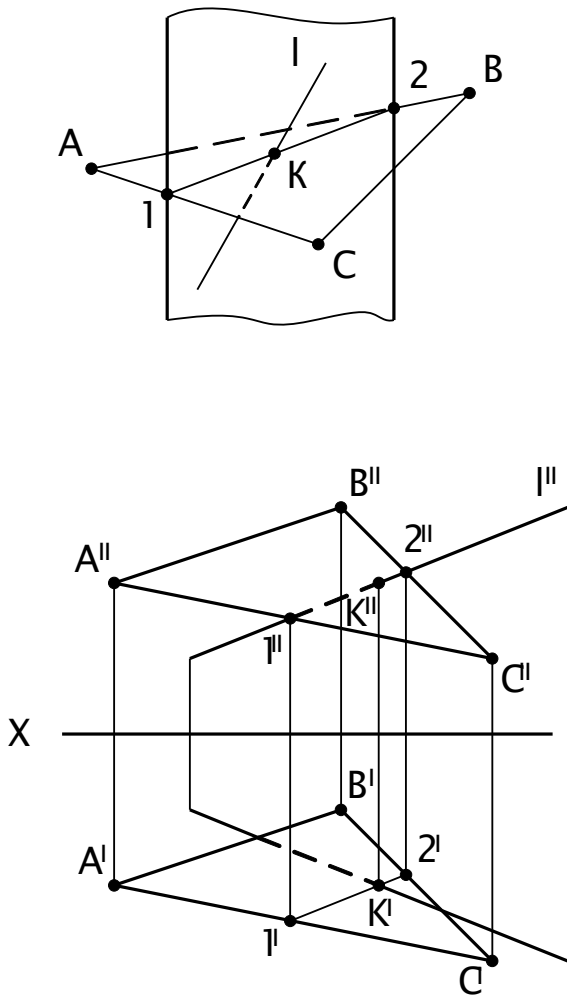

Рис. 19
1. Если прямая и плоскость имеют общее положение (Рис. 19), то точка их пересечения определяется следующим образом: